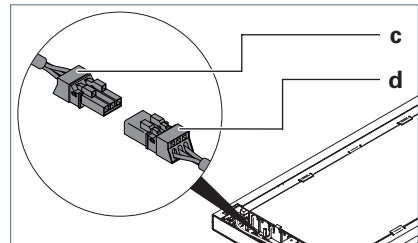

Fig. 14: Leuchtenkopf anschließen, Teil 2.
- Verbinden Sie die Buchse **c** mit dem Stecker **d** am Leuchtenkopf, siehe Fig. 14.